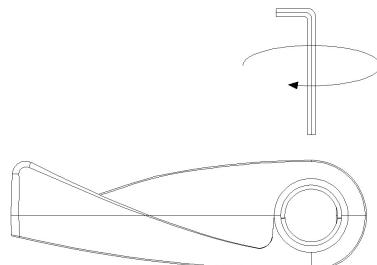

Fig. 7
6. Kontroller at regulatoren er godt festet til varmeapparatet (Fig. 7).